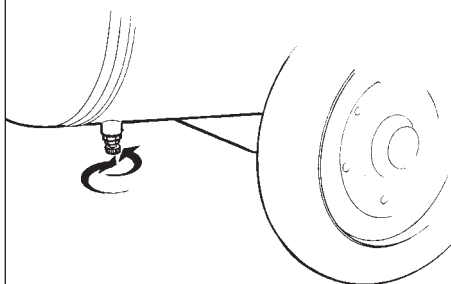

fig. 2
- controlar que la llave de descarga de la condensación, ubicada debajo del tanque (*fig. 2*), esté cerrada;
- Descargar la presión del tanque y de los circuitos internos mediante la llave de descarga condensación antes de intervenir o desmontar partes del circuito neumático (fig. 2). Desenroscar con cuidado para hacer salir el aire lentamente. Controlar a través del manómetro que no subsistan presiones en el circuito aire.
Efectuar la operación de descarga de la condensación después de cada día de trabajo, a través del registro situado debajo del tanque (fig. 2). Se aconseja montar un descargador automático de condensación, para garantizar la ejecución de la operación.